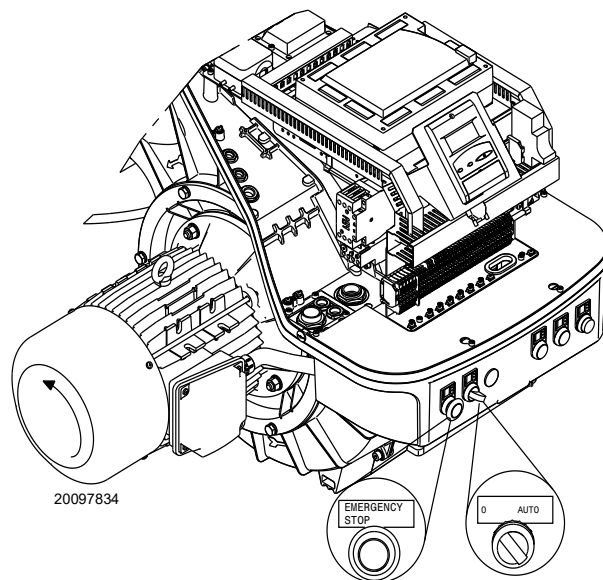

Рис. 24
Установите переключатель Рис. 24 в положение «АВТ».
Когда горелка запустится, проверьте направление вращения двигателя, как показано на (Рис. 24).
- Установите выключатель Рис. 24 в положение «0» и подождите, пока автомат горения не выполнит процедуру отключения.